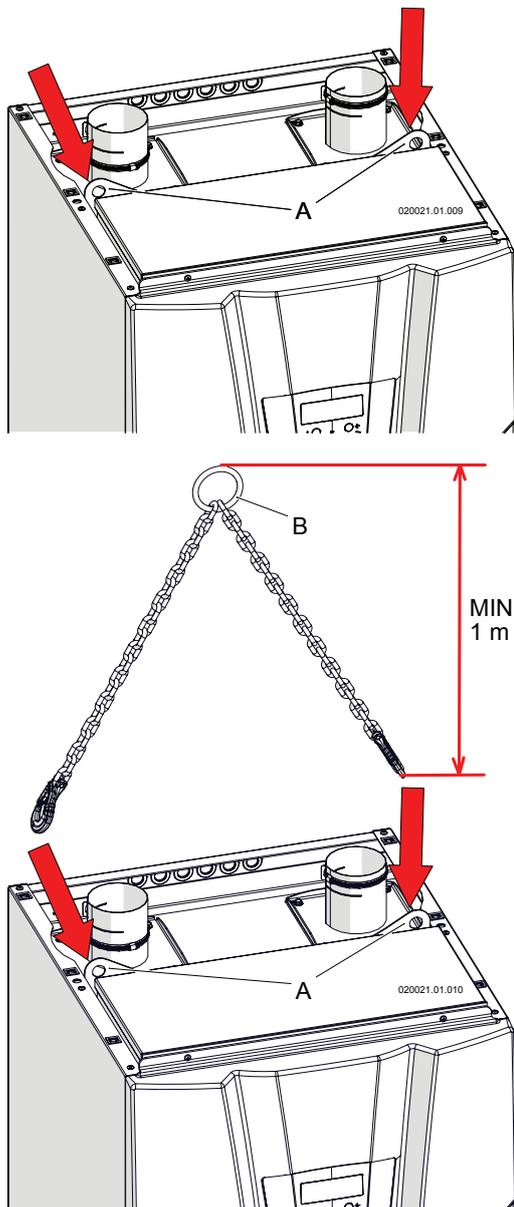

Figure 6-1 - Système de levage
Pour faciliter l'installation on trouve un crochet, (position «A» sur la figure 6-1), qui permet le levage de l'appareil.
- ☞ accrocher des câbles de levage, «B» sur la figure 6-1, au crochet «A» sur la figure 6-1 et soulever le module thermique ;
Une fois qu'il est placé correctement, retirer les câbles de levage (détails «B» de la figure 6-1) avant d'appliquer la couverture supérieure.